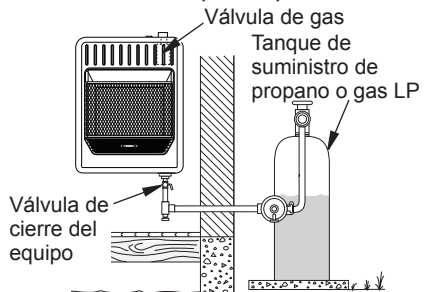

Figura 16 - Propano/LP suministro de gas
3. Revise todas las uniones desde el medidor de gas, tanto para suministro de gas natural o propano/LP, hasta la válvula de cierre del equipo (consulte la figura 16 o 17). Aplique en todas las uniones algún líquido de detección de fugas que no sea corrosivo. La formación de burbujas indicará una fuga.
4. Revise todas las uniones entre la válvula de cierre del equipo y válvula de control (consulte la figura 16 o 17, página 51). Aplique en todas las uniones algún líquido para detectar fugas que no sea corrosivo. La formación de burbujas indicará una fuga.